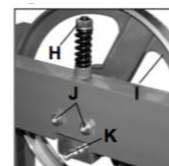

Figure 6
Tourner l'écrou (H) dans le sens inverse des aiguilles d'une montre diminue et diminue la tension sur la roue motrice (I), ce qui vous permet de régler l'alignement de la lame ou de remplacer entièrement la lame. (Figure 6)